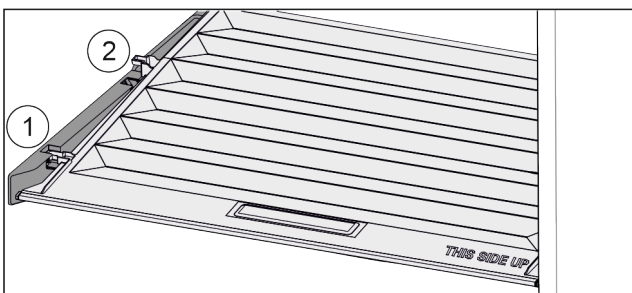

Fig. 38
- Deckel bis zur Öffnung in den Halteteilen nach vorne ziehen Fig. 38 (1).
- Hinten von unten anheben und nach oben wegnehmen Fig. 38 (2).